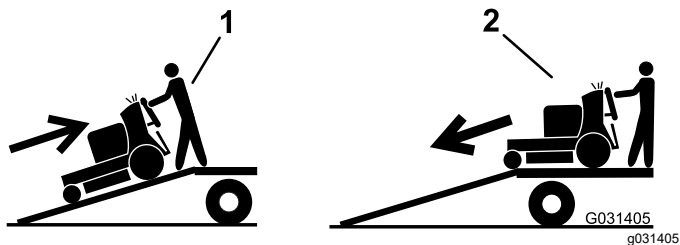

Figure 31
5. Montez la rampe en marche arrière (Figure 31).